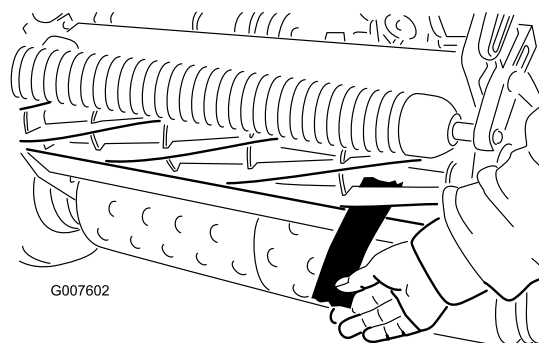

図 45
6. 両側の調整ができれば最終確認を行う：紙片をリールの前から差し込んだ時にははさむだけ、下から差し込むと切れるのが正しい調整である（図 45）。リールと下刃のぐくわずかの接触で紙が切れなければいけない。接触を強くしないと切れない（リール回転トルクが0.08 kg.m以上）場合には、鋭利な刃先を取り戻して精密なカットができるようにバックラップか研磨を行うことが必要（Toro 研磨マニュアルを参照。）
4. リール前面の左右いずれかの端を選び、リールと下刃の間に、長く切った新聞紙片を差し入れる（図 45）。リールをゆっくり前回転させながら下刃調整ネジを締める（新聞紙を入れた側の調整ネジを、1目盛りずつゆっくりと）。新聞紙を前から（ベッドナイフの上面に平行に）入れると軽く挟ま